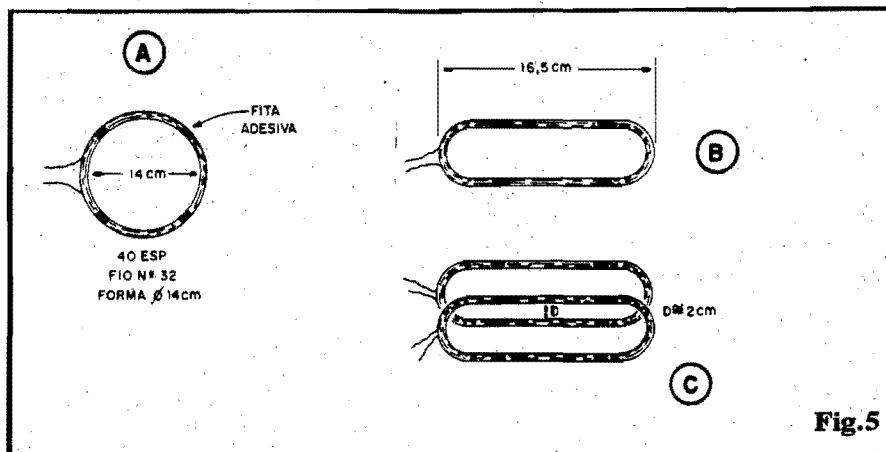

Fig.5
- FIG. 5 - A CONSTRUÇÃO DAS BOBINAS - Cada uma das duas bobinas idênticas, e composta de 40 espiras de fio de cobre esmaltado, primeiramente enroladas sobre uma forma circular com 14 cm. de diâmetro (pequenas diferenças, meio centímetro a mais ou a menos, não constituem problema...). Depois de formadas, as
- FIG. 6 - O SANDUÍCHE DE CAPTAÇÃO - Depois de formadas, ovalizadas e sobrepostas conforme fig. 5, o conjunto de bobinas deve ser "ensanduichado" en-